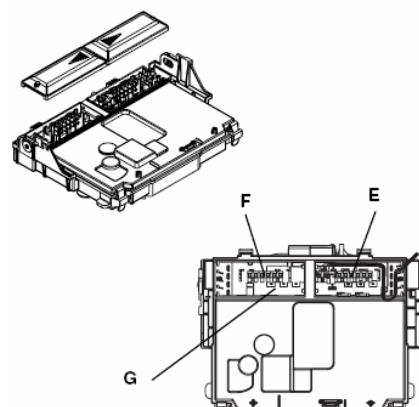

Рис. 14
- откройте крышки клеммных колодок, сдвинув их в направлении стрелок (рис. 14): E – клеммы с напряжением 230В; F – клеммы с низким напряжением; G – подключение датчика бойлера-аккумулятора, только MIX R.S.I. – R.A.I.)